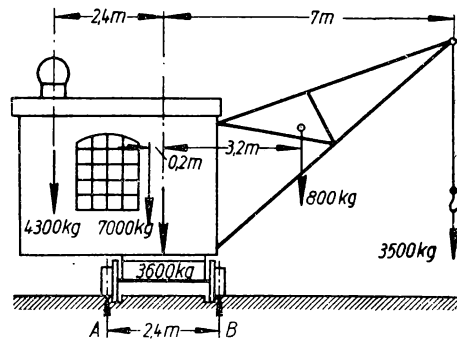

Bild 159
**293.** Die Teile eines Dampf-Drehkrans (Bild 159) haben folgende Gewichte: Nutzlast 3500 kg in 7 m Ausladung; Ausleger 800 kg; Dampfmaschine mit